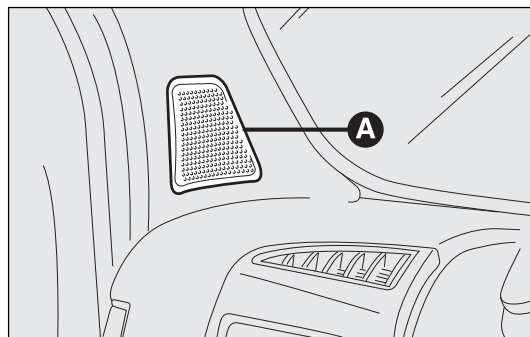

fig. 137
- ☐ 2 tweeters A situados en los montantes delanteros (potencia 30 W máx. cada uno) fig. 137;